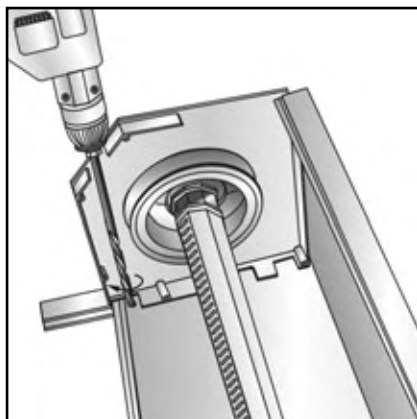

рис. 10
4.2.7. Разметить и сверлить совместно отверстие необходимого размера в задней отбортовке крышки и коробе для вывода элементов привода (рис.10).